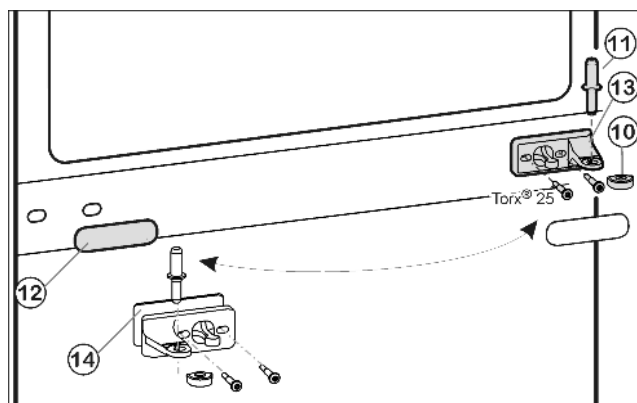
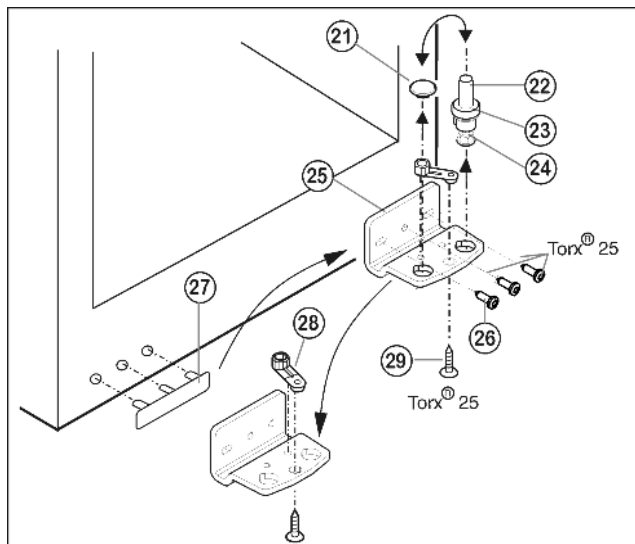

Fig. 5
Fig. 6
- ▶ Вытащите из опорного кронштейна и нижней дверцы средний опорный винт Fig. 5 (11).
- ▶ Снимите пластмассовый колпачок Fig. 5 (10).
- ▶ Открутите средний опорный кронштейн Fig. 5 (13) (2 шт. Torx® 25).
- ▶ Осторожно снимите накладку Fig. 5 (12).
- ▶ Прикрутите средний опорный кронштейн Fig. 5 (13) с подкладкой Fig. 5 (14) с поворотом на 180° на новую сторону шарнира (с моментом 4 Нм).
- ▶ Защелкните накладку Fig. 5 (12), повернув на 180°, на стороне, где теперь будет ручка.
- ▶ Извлеките опорный винт Fig. 6 (22) в комплекте с шайбой Fig. 6 (23) и регулируемой опорой Fig. 6 (24), вытягивая его вверх.
- ▶ Снимите пробку Fig. 6 (21).
- ▶ Открутите Fig. 6 (26) опорный кронштейн Fig. 6 (25).
- ▶ Открутите Fig. 6 (29) опорную деталь Fig. 6 (28) и, переставив в отверстие на противоположной стороне опорного кронштейна, снова прикрутите.
- ▶ Осторожно снимите и переставьте на противоположную сторону крышку со стороны ручки Fig. 6 (27).
- ▶ Снова прикрутите опорный кронштейн Fig. 6 (25) на новой стороне шарнира (с моментом 4 Нм). При необходимости используйте аккумуляторный шуруповерт.
- ▶ Переставьте пробку Fig. 6 (21) в свободное отверстие.
- ▶ Вновь установите опорный винт Fig. 6 (22) в комплекте с шайбой и регулируемой опорой. При этом фиксатор должен быть направлен назад.
- ▶ Установите нижнюю дверцу сверху на нижний опорный винт Fig. 6 (22).
- ▶ Снова наденьте пластмассовый колпачок Fig. 5 (10) на средний опорный кронштейн Fig. 5 (13).
- ▶ Вставьте средний опорный винт Fig. 5 (11) на новой стороне шарнира через средний опорный кронштейн Fig. 5 (13) в нижнюю дверцу.
- ▶ Установите верхнюю дверцу на средний опорный винт Fig. 5 (11).
- ▶ При необходимости выровняйте дверцы через два продольных паза в нижнем опорном кронштейне *Fig. 6 (25)* и среднем опорном кронштейне *Fig. 5 (13)* параллельно корпусу устройства. Для этого выкрутите средний винт на нижнем опорном кронштейне *Fig. 6 (25)*.